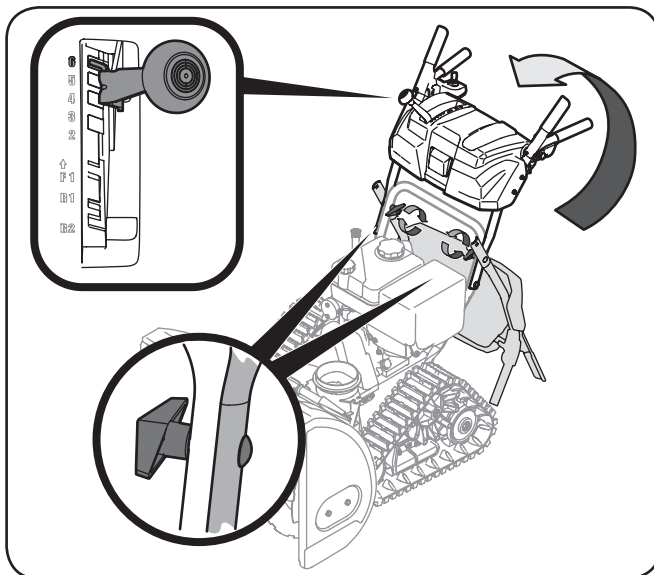

Figura 3-1
1. Coloque la palanca de cambios en la posición de avance (F) 6. Consulte la Figura 3-1.
3. Pivote asa hacia arriba y alinee la pestaña en el extremo de la manija superior con el agujero en el mango inferior. Asegure la manija ajustando la perilla de plástico situada en los lados izquierdo y derecho de dicha manija. Consulte la Figura 3-1. Retire y descarte todos las bandas elásticas, si las hubiera. Únicamente se utilizan para el empaque.